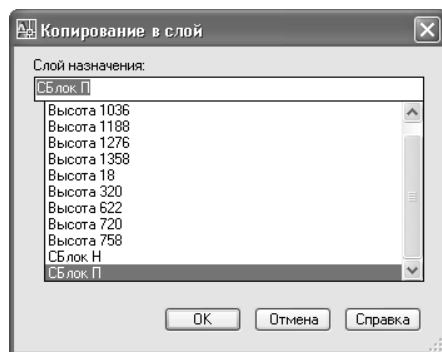

Рис. 6.24 ◀ Диалоговое окно **Копировать в слой** (Copy To Layer)
- В списке слоев появившегося диалогового окна **Копировать в слой** (Copy To Layer) выберите слой **СБлок II** (рис. 6.24) и щелкните на кнопке **ОК**.